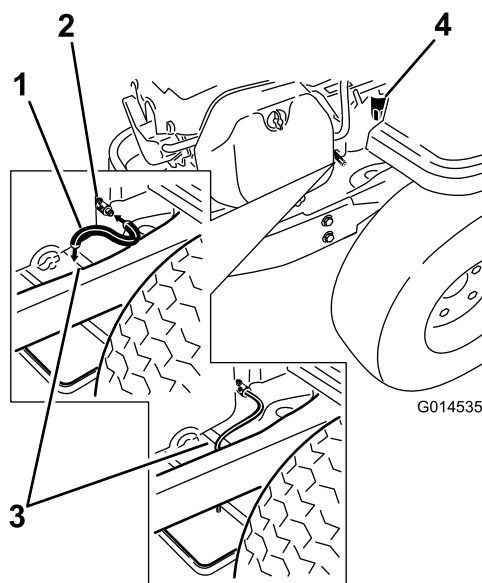

Figura 31
5. Limpie la zona alrededor de la válvula de vaciado del bastidor de la máquina. Localice el manguito de vaciado del aceite y deslícelo sobre la válvula de vaciado (Figura 31).
- Pase el otro extremo del manguito de vaciado de aceite por encima del extremo del bastidor (Figura 31).